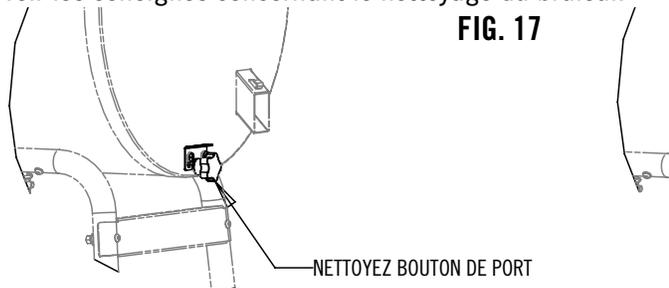

FIG. 17
1. Le bouton de la tige de la zone de nettoyage doit être enfoncé lorsque le barbecue est allumé. S'assurer que le système de blocage de la tige est tiré vers le bas et bloque le bouton afin d'empêcher l'ouverture de la zone de nettoyage par inadvertance. Voir la Fig. 17.